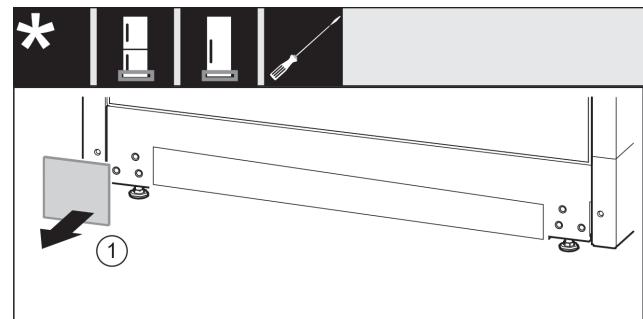

Fig. 25
- ▶ Abdeckung Fig. 25 (1) abnehmen.